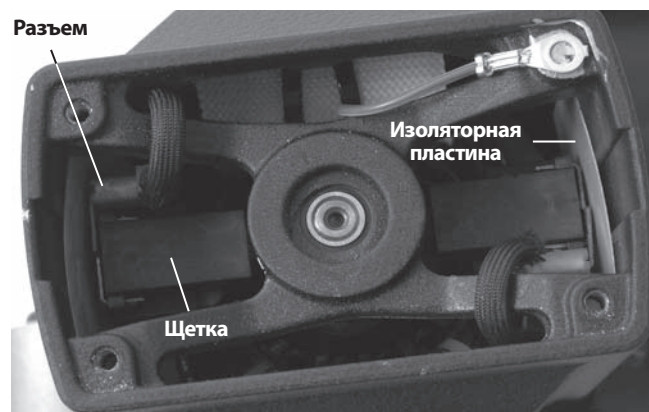

Рис. 12 – Установка щетки на двигателе со снятой крышкой
2. С помощью плоскогубцев извлеките наружу щетки электродвигателя. Отсоедините разъем. (См. рис. 12.)